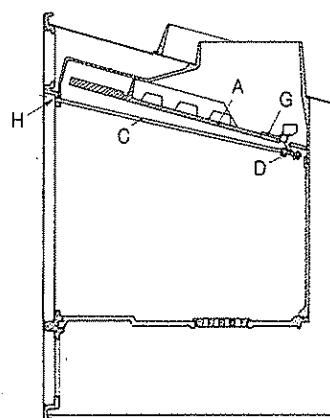
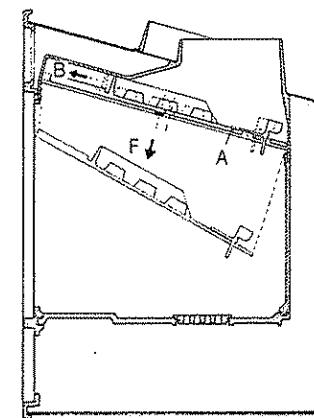

Fig. 1
Fig. 2
7.3. DE LA PLACA DEFLECTORA. (Ver Fig. 1 y Fig. 2).
2.^º Deslizar la placa deflectora "A" hacia adelante (dirección "B") hasta hacer coincidir los pivotes de sujeción de los costados con las muescas que ésta tiene, consiguiendo que la placa caiga (dirección "F") (Fig. 2).
IMPORTANTE: En el modelo C-3/80 empujar con la mano la varilla "C" hasta que su extremo saliente quede a paño con el marco "H" (Fig. 1), comprobando que en esta posición quede completamente cerrada la válvula de tiro directo "G". Si no fuera así, habrá que añadir más arandelas "D".